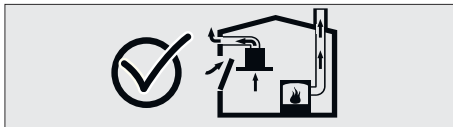

Fig. 4
- Pertanto, un adeguato apporto di aria fresca all'ambiente deve essere sempre garantito. Fig. 4